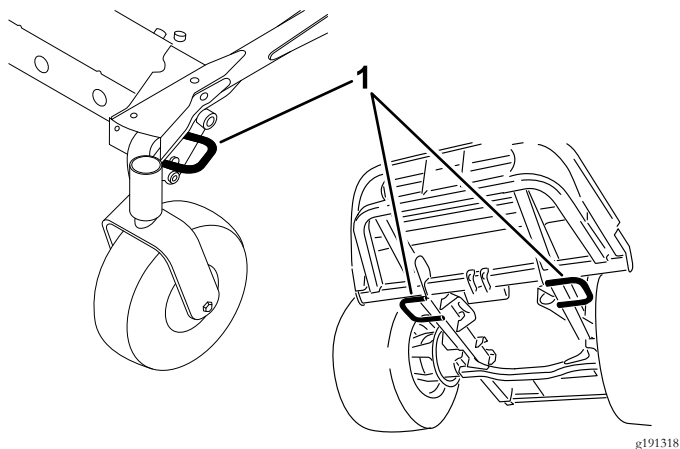

Figura 29
5. Utilizzate gli anelli di ancoraggio sulla macchina per fissarla saldamente al rimorchio o all'autocarro per mezzo di cinghie, catene, cavi o corde (Figura 29).